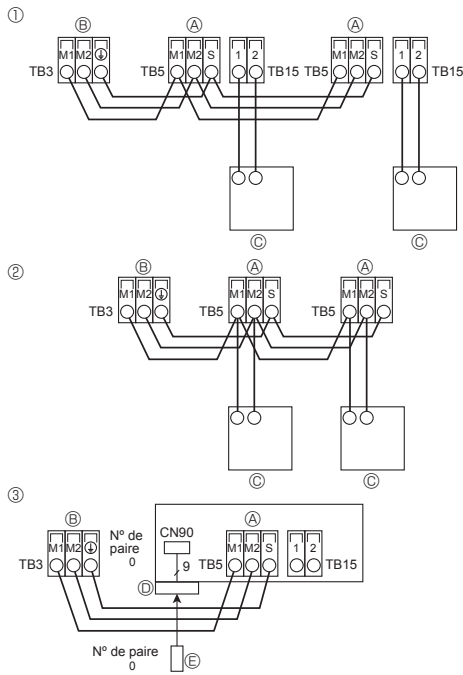

Fig. 5-8
5.4. Raccordement des câbles de la commande à distance et des câbles de transmission intérieurs et extérieurs (Fig. 5-8)